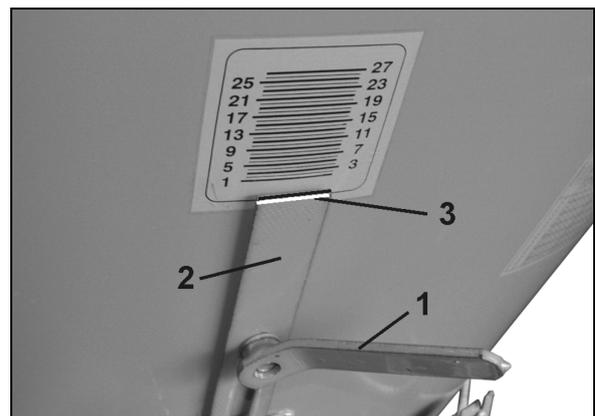

Fig. 24
1. Allentare la leva di regolazione (Fig. 24/1).
2. Regolare la battuta della valvola a cassetto (Fig. 24/2) in modo che la tacca (Fig. 24/3) si trovi sul valore di scala desiderato.